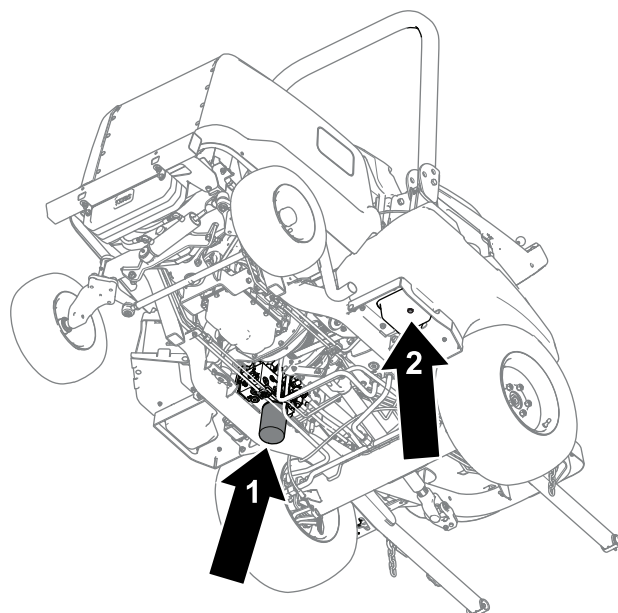

Figura 86
4. Retire el tapón de vaciado (Figura 86) de la parte inferior del depósito y deje que se drene el aceite hidráulico al recipiente.
6. Coloque un recipiente de vaciado debajo del filtro (Figura 86), retire el filtro y deje que se drene el aceite restante en el recipiente.